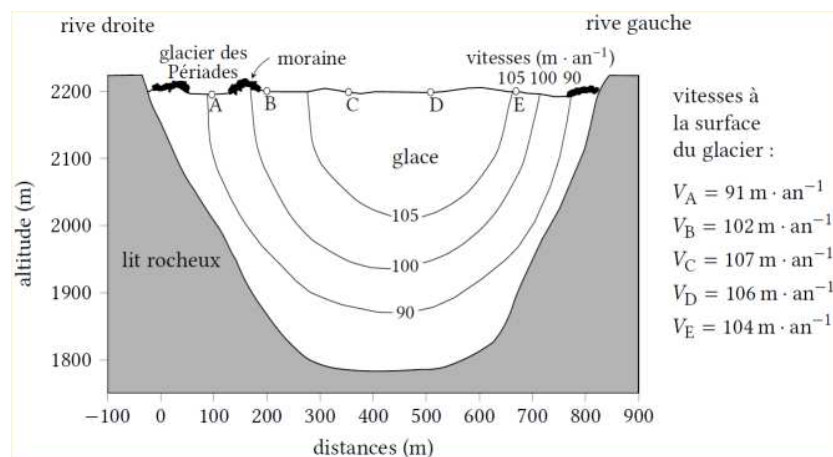

FIGURE 9 – Répartition des vitesses dans une section transversale du Glacier du Tacul
Les glaciers du massif du Mont Blanc s'étendent en France, Suisse et Italie ; ils couvrent quelque 150 km² (dont 110 km² en France). Le plus grand glacier des Alpes françaises est la Mer de glace : 12 km de longueur et 40 km² de superficie. La Mer de glace naît sur le plateau du Géant (de 3 600 m à 2 800 m d'altitude) et descend jusqu'à une altitude de 1 500 m. Sa pente moyenne est voisine de 11%. La répartition des vitesses en surface et dans une section transversale du Glacier du Tacul (tronçon de la Mer de glace à l'aplomb du refuge de l'Envers des Aiguilles) est représentée sur la figure 9.
3. On choisit de modéliser l'écoulement de la Mer de glace par l'écoulement de POISEUILLE stationnaire d'un fluide visqueux newtonien incompressible s'écoulant dans la moitié inférieure d'une conduite cylindrique sous le seul effet de la gravité, ce qui impose de remplacer dans l'expression de la vitesse d'écoulement $\frac{dp}{dx}$ par $-\rho_g g \sin \alpha$ où ρ_g est la masse volumique de la glace, g l'accélération de la pesanteur et α l'angle qui mesure la pente moyenne de la Mer de glace. Justifier ce choix. À partir de l'analyse de la figure 9, proposer au moins un argument en faveur et au moins un argument en défaveur de ce choix de modélisation de l'écoulement du glacier par un écoulement de POISEUILLE.